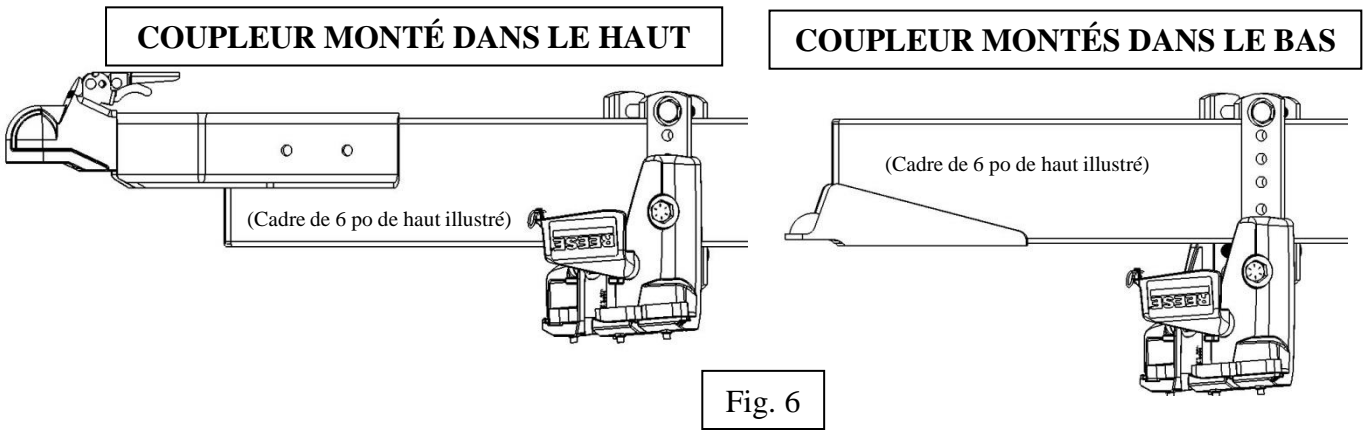

Fig. 6
9. Glisser le **support de cadre réglable** sur la **barre en T** à la hauteur correspondant au coupleur monté sur le haut/bas. Dans le cas de coupleurs montés dans le haut, un trou fileté devrait être visible au-dessus du **support de cadre réglable**. S'il s'agit de coupleurs montés dans le bas, le boulon de montage du **support de cadre réglable** doit être posé un trou de boulon sous le boulon de cadre du bas (voir Fig. 6).
Glisser vers l'emplacement concerné illustré à la Fig. 6.